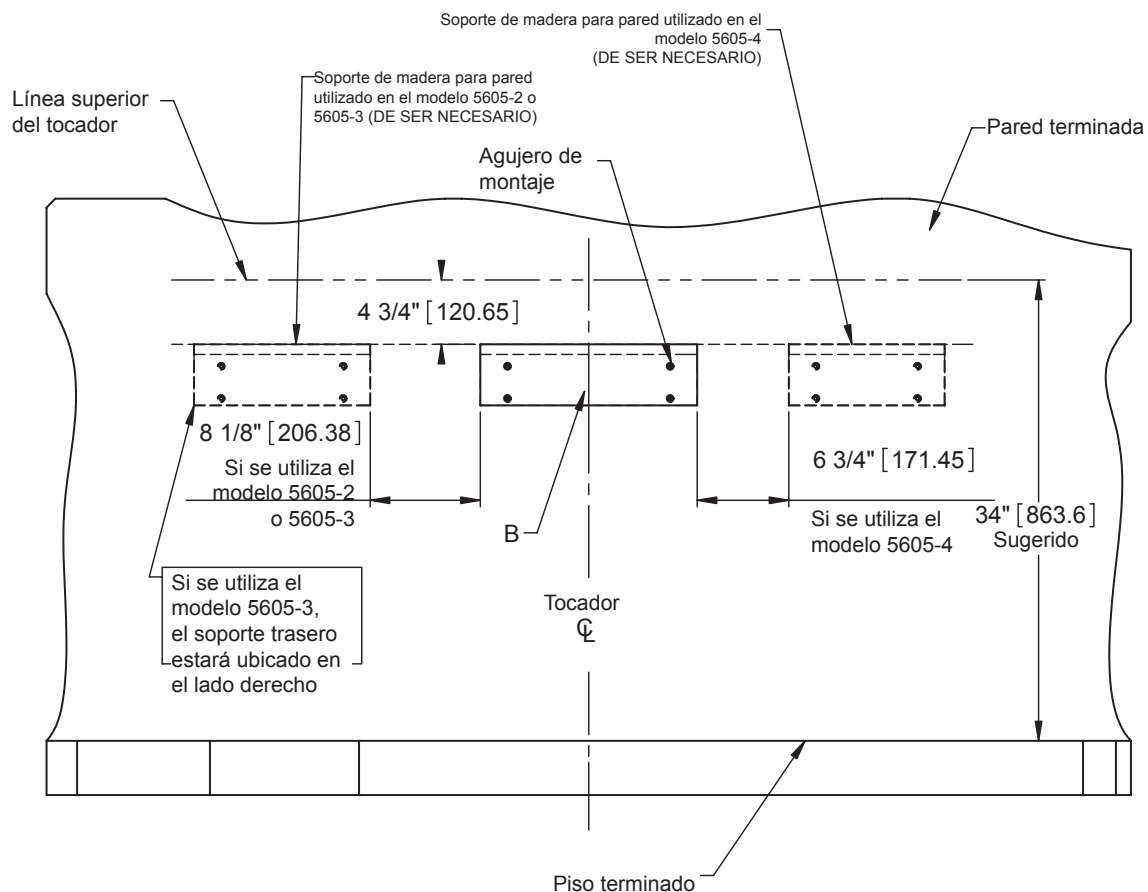

Figura 1
- Tome la medida del piso y utilice un nivel para dibujar una línea derecha para el **soporte de instalación para la pared (B)**.
- Sostenga temporalmente el **soporte de instalación para pared (B)** en la ubicación deseada y marque la ubicación de los agujeros para los **anclajes (C)**.
- Vea la **figura 1** para determinar todas las medidas de montaje.
- SI UTILIZA LAS UNIDADES 5605-2/5605-3 Y/O 5605-4, CONSULTE LA FIGURA 1 PARA OBTENER LAS MEDIDAS DE ESPACIADO ADECUADAS PARA INSTALAR EL SOPORTE DE PARED DE MADERA.
- LA FIGURA 1 FUE CREADA PARA PROPORCIONAR LA DISTANCIA ENTRE LOS SOPORTES TRASEROS PARA MOSTRAR LAS POSIBLES COMBINACIONES. LA FIGURA NO MUESTRA TODAS LAS POSIBLES UBICACIONES PARA LOS MODELOS 5605-2/5605-3 Y 5605-4